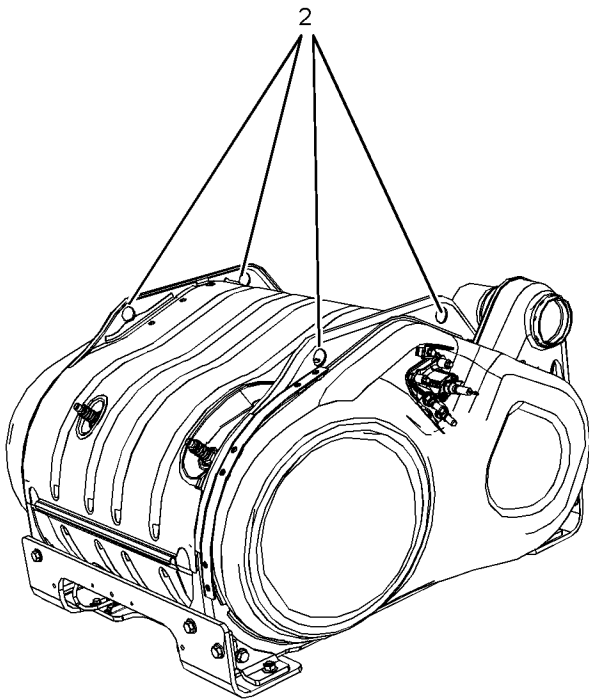

Abbildung 34
(2) Hubösen für das CEM
Die Position der Hubösen zum Heben des CEM kann Abbildung 34 entnommen werden. Die Hubösen (2) sind nur zum Heben des CEM vorgesehen. Die Hubösen (2) dürfen nicht zum Heben anderer Teile der Anwendung verwendet werden.